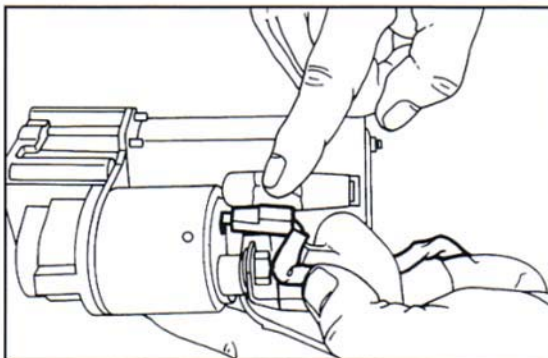

Fig. 274 ▲
- controllare che il cavo di eccitazione del motore d'avviamento sia collegato correttamente (Fig. 274);
- check that the starting motor energising wire is connected correctly (Fig. 274);